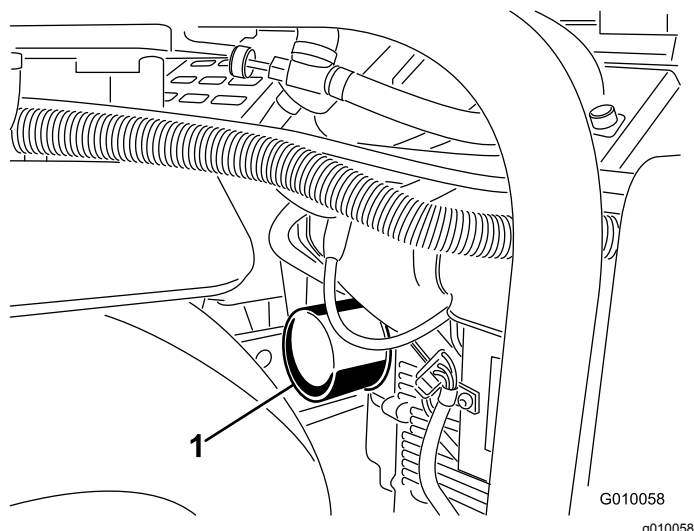
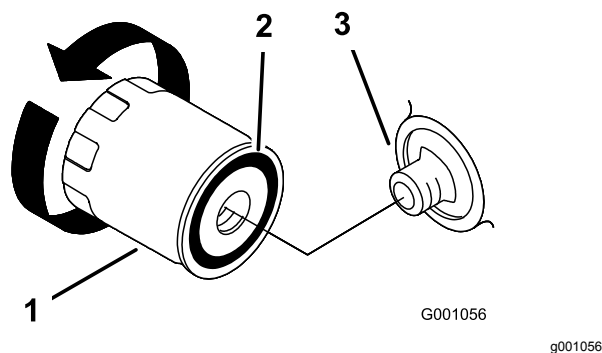

Figure 46
Figure 47
5. Placez un bac de vidange peu profond ou un chiffon sous le filtre pour récupérer l'huile (Figure 46).
6. Enlevez le filtre à huile usagé (Figure 46 et Figure 47) et essuyez la surface du joint de l'adaptateur.
13. Faites l'appoint d'huile avec précaution pour faire monter le niveau jusqu'au repère maximum (F) sur la jauge.